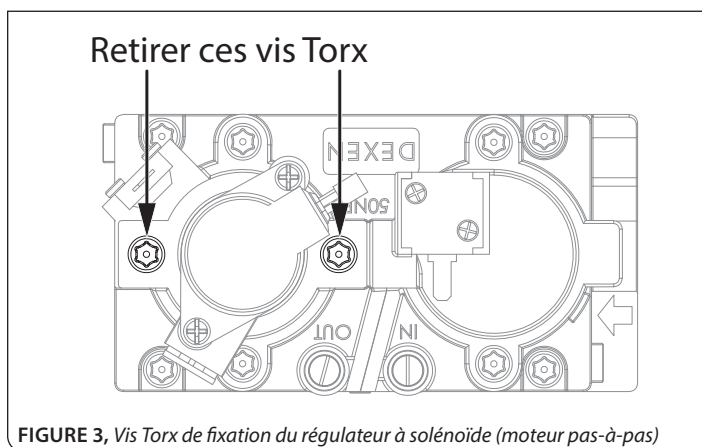
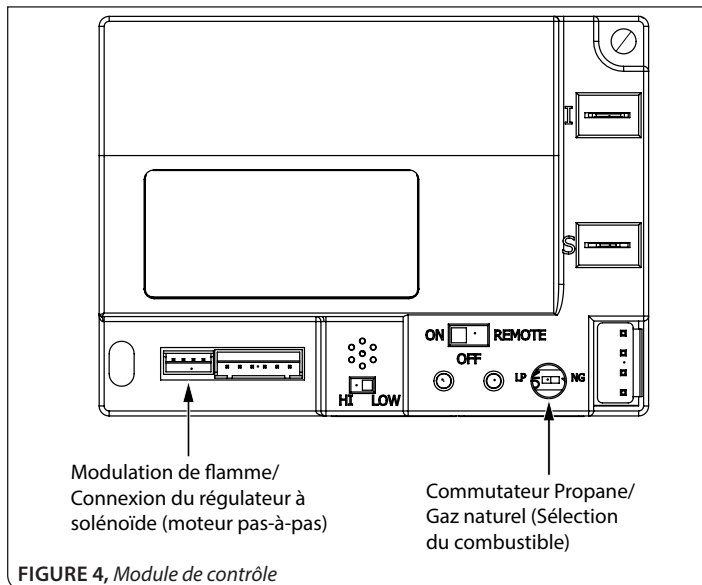

FIGURE 3, Vis Torx de fixation du régulateur à solénoïde (moteur pas-à-pas)
FIGURE 4, Module de contrôle
Étape 1: Avec un tournevis Torx T20 (embout en étoile), retirez les (2) vis du régulateur à solénoïde. Voir **FIGURE 3**.
Étape 5: Fixez le régulateur à la valve de gaz avec les (2) vis retirées précédemment. **NE LES SERREZ PAS TROP!**
Étape 6: Connectez le connecteur à 4 broches du nouveau régulateur à solénoïde dans la prise correspondante du module de contrôle, tel que montré (**FIGURE 4**, coin inférieur gauche).
Étape 7: Réglez le commutateur de sélection du type de combustible en le glissant à la position «NG». Voir **FIGURE 4**.